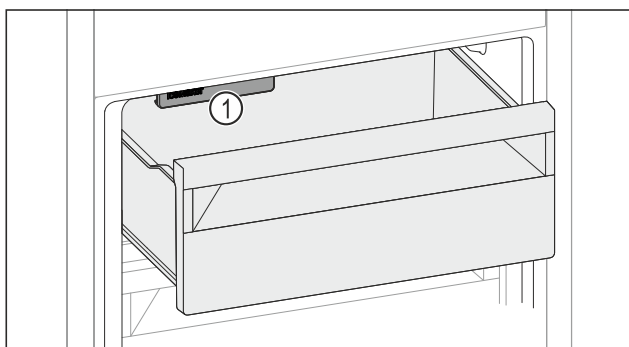

Fig. 160
- Prihliadajte na IceMaker Fig. 160 (1).